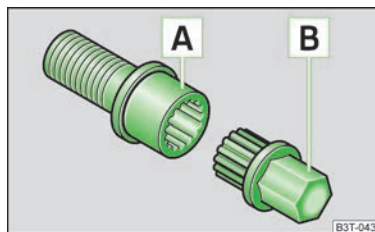

Fig. 176
- Introducir el adaptador **B** » fig. 176 con su lado dentado hasta el tope en el dentado interior del tornillo de rueda antirrobo **A**, de tal modo que ya sólo sobresalga el hexágono exterior.